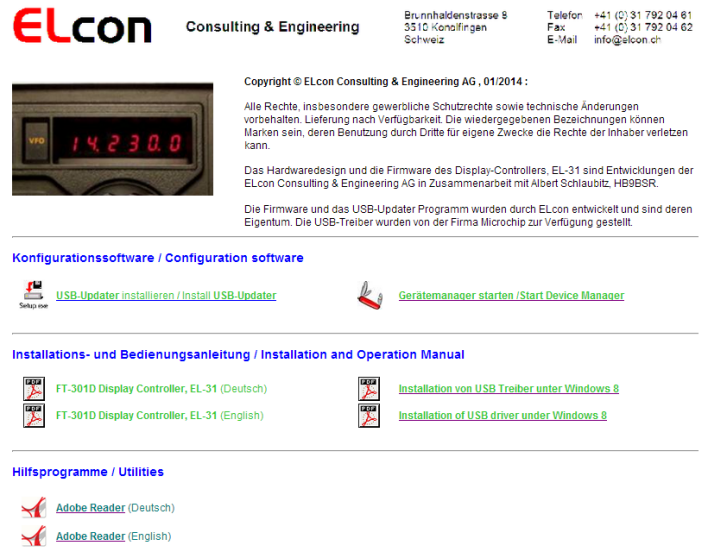

Figura 13
- Desde el CD o USB abrir el „...\USB-Loader Setup\cd.htm“ archivo con un navegador de Internet → la ventana aparece como se muestra en la Figura 13.
**USB-Updater installieren / instalar USB-Updater** (véase la Figura 13).
Para algunos sistemas operativos, la instalación de los controladores sin firma será bloqueada para proteger al usuario. Especialmente en Windows 8 /8.1/10 los conductores debe ser instalado de una manera especial. Con el comando en el símbolo del sistema "Shutdown.exe /r /o" Windows 10 se lanzará directamente a la opción del menú de arranque. Más detalles se encuentran en el sitio web (véase la figura 13).
El administrador de dispositivos se puede iniciar directamente desde la página Web (véase la Figura 13).